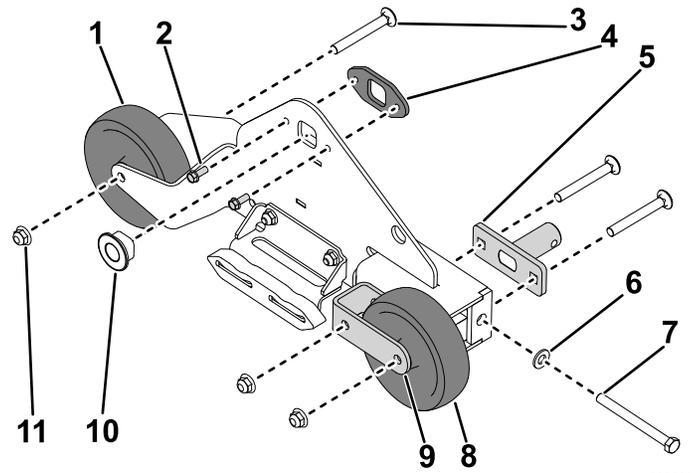

Figura 2
1. Rimuovete il bullone a testa tonda ($\frac{3}{8}$ " x 3"), la boccola del tenditore e il dado di bloccaggio ($\frac{3}{8}$ " che fissano la ruota del carrello al supporto del cingolo (Figura 2). Rimuovete la ruota.
2. Rimuovete il bullone a testa tonda ($\frac{3}{8}$ " x 3"), la boccola del tenditore e il dado di bloccaggio ($\frac{3}{8}$ " che fissano la ruota del carrello di destra alla forcella del carrello e al supporto del cingolo (Figura 2). Rimuovete la ruota.
3. Rimuovete il bullone a testa tonda ($\frac{3}{8}$ " x 3") e il dado di bloccaggio ($\frac{3}{8}$ " che fissano la forcella del carrello al supporto del cingolo. Rimuovete la forcella del carrello dal supporto del cingolo (Figura 2).
4. Rimuovete la boccola dell'asse (Figura 2).
5. Rimuovete le 2 viti ($\frac{1}{4}$ " x $\frac{5}{8}$ " che fissano il supporto della boccola dell'asse al supporto del cingolo. Rimuovete il supporto della boccola dell'asse (Figura 2).
6. Rimuovete la vite ($\frac{3}{8}$ " x 4"), la boccola del tenditore e la rondella ($\frac{3}{8}$ " che fissano il tenditore al supporto della ruota del carrello (Figura 2). Rimuovete il tenditore.